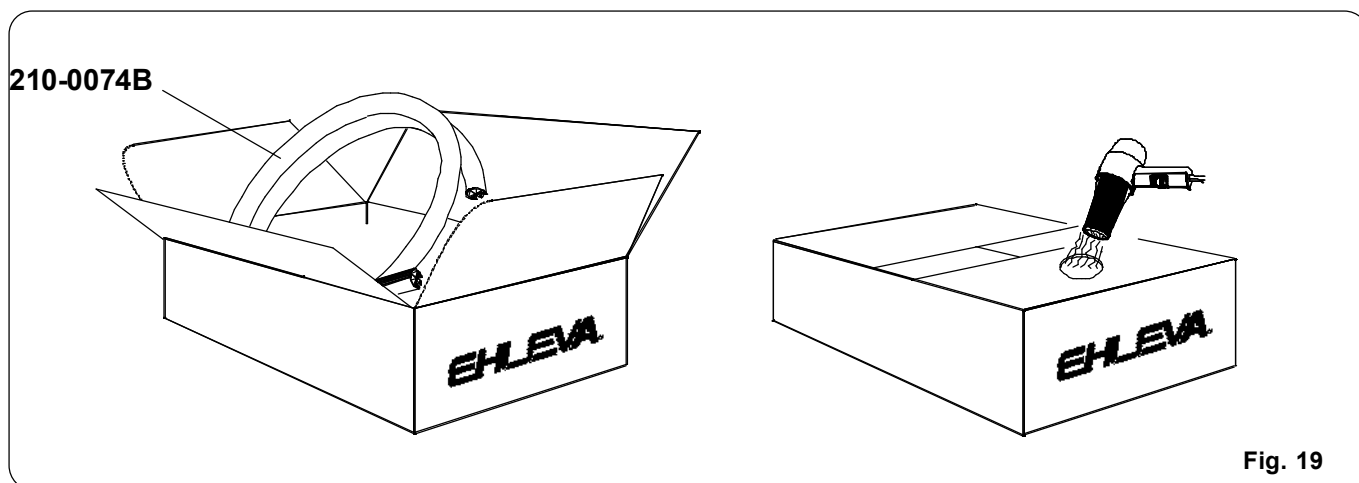

Fig. 19
- Per il montaggio del corrimano occorre eseguire operazione di riscaldamento di modo da renderlo flessibile e malleabile, si consiglia di eseguire tale operazione come di seguito descritto, facendo attenzione a non rovinare il corrimano stesso. Prendere il rotolo corrimano **210-0074B** e inserirlo nella scatola di imballaggio in cui si trovavano gli elementi della scala. Praticare un foro nella parte superiore e posizionare la “pistola termica”, facendo attenzione che la fuoriuscita dell’aria calda non sia a contatto con il corrimano. Attendere circa 40 minuti e verificare che il corrimano abbia acquisito una certa flessibilità. Fig. 19
- The handrail needs to be heated so as to make it flexible and bendable. It is advisable to follow the instructions below and be careful not to damage the handrail. Insert the 210-0074B handrail coil into the package box that contained the staircase elements. Drill a hole in the top side and position the heat gun, making sure that the hot air jet does not come in touch with the handrail. Wait for 40 minutes approx. and check whether the handrail has become sufficiently flexible. Fig. 19
- Pour monter la main courante, il faut effectuer une opération de chauffe de façon à la rendre flexible et plus facilement maniable. Nous conseillons d’effectuer cette opération comme décrit ci-dessous en ayant soin de ne pas endommager la main courante. Prendre le rouleau de main courante **210-0074B** et le placer dans le carton d’emballage qui contenait les éléments de l’escalier. Pratiquer un trou dans la partie supérieure et y placer le “pistolet thermique”, en contrôlant que la sortie d’air chaud ne soit pas au contact de la main courante. Attendre environ 40 minutes et contrôler que la main courante ait acquis une certaine flexibilité. Fig. 19
- Vor seiner Montage ist der Handlauf zu erwärmen, damit er flexibel und gefügig wird. Es wird empfohlen, dabei wie im folgenden beschrieben und vorsichtig vorzugehen, um ihn nicht zu beschädigen. Die Handlaufrolle **210-0074B** nehmen und in die Schachtel legen, in der die Treppenelemente enthalten waren. Ein Loch an der Oberseite fertigen und die „Wärmepistole“ ansetzen und beachten, dass der Warmluftstrahl den Handlauf nicht direkt berührt. Etwa 40 Minuten warten und prüfen, dass der Handlauf eine gewisse Flexibilität erreicht hat. Abb. 19
- Para el montaje del pasamanos hay que efectuar operaciones de calentamiento, con el fin de hacerlo flexible y maleable. Se recomienda llevar a cabo esta operación como se describe a continuación, con cuidado de no estropear el pasamanos. Tome el cilindro del pasamanos **210-0074B** e introdúzcalo en la caja de embalaje en que venían los elementos de la escalera. Practique un agujero en la parte superior y coloque la “pistola térmica”, con cuidado para que la salida del aire caliente no esté en contacto con el pasamanos. Espere unos 40 minutos y compruebe que el pasamanos ha adquirido cierta flexibilidad. Fig. 19